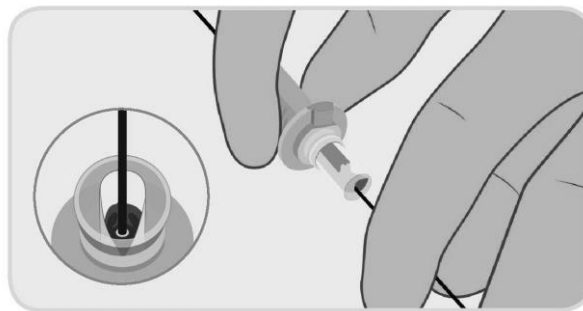

Figura 7. Carga del alambre guía en la cánula del dispositivo
- Use solución salina no heparinizada para lubricar el alambre guía durante la inserción. Inserte el alambre guía en el implante dentro de la cánula de carga, figura 7. Siga insertando el alambre guía hasta que sobresalga por la parte trasera del mango del dispositivo de cierre PerQseal+. Sostenga la vaina introductora PerQseal formando un ángulo bajo respecto al eje longitudinal de la arteria (p. ej., 20°) y mantenga la vaina introductora lo más recta posible, para evitar que se doble.
Nota 2: Durante la inserción, sujete solamente la parte posterior de la cánula de carga como se indica en la figura 7.